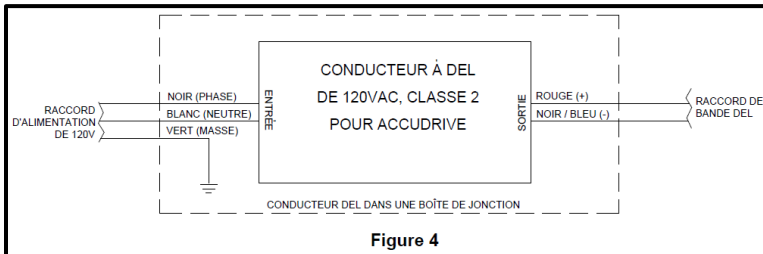

Figure 4
- Une fois les bandes DEL scellées et installées à l'endroit souhaité, consultez le schéma de câblage pour l'installation dupilote DEL (Figure 4).